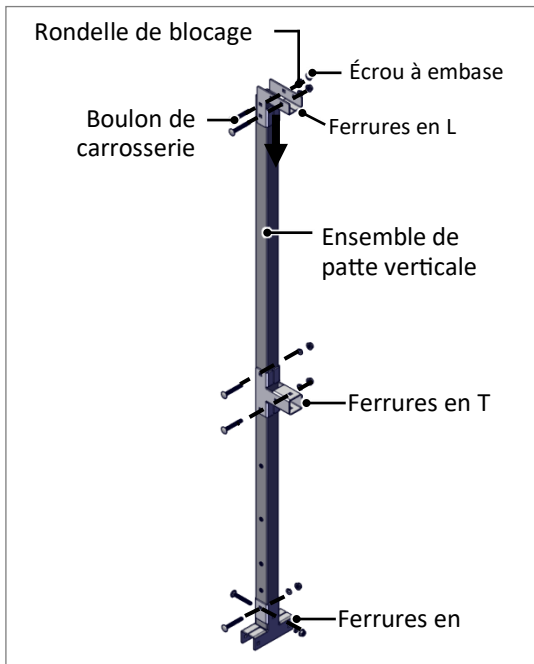

Fig. 3
1. Installez quatre (4) ferrures en T et deux (2) ferrures en L sur l'ensemble de patte verticale à l'aide de six (6) boulons de carrosserie, rondelles de blocage et écrous à embase (Fig 3). Répétez cette étape de l'autre côté.